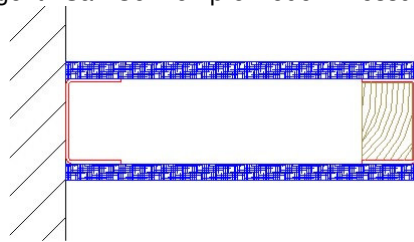

Figura 2
- 2.3 Posare il falsotelaio, verificandone piombo ed allineamento. Se trattasi di falsotelaio tubolare può essere annegato nella muratura oppure posto in luce, importante che sia saldamente ancorato nella muratura. Se trattasi di parete in cartongesso devono essere presi particolari accorgimenti quale l'inserimento di montanti e traversi in legno massiccio aggiuntivi aventi uno spessore di almeno 45 mm ed una profondità tale da coprire tutta l'area (vedi figura 2). In ogni caso le pareti vanno eseguite in conformità alle norme vigenti. San.Co. non provvede in nessun caso alla predisposizione dei rinforzi delle murature.